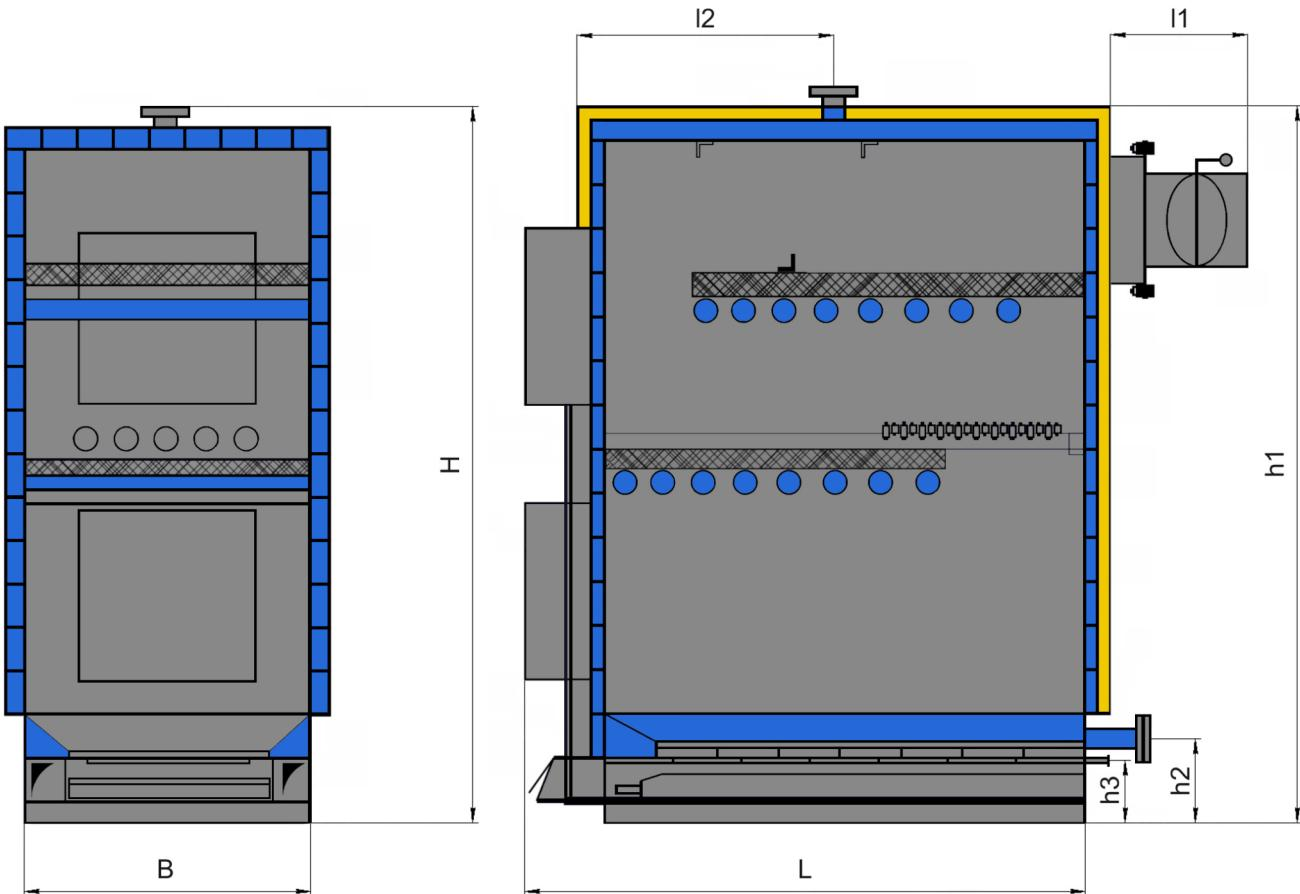

Рисунок 1. Габаритные и присоединительные размеры Котлов моделей Р 52 - 102 базовой комплектации.
Габаритные и присоединительные размеры Котла (см. рис.1), мм:
Котел (рис.1, 2) представляет собой стальной сварной каркас, обшитый снаружи съемной декоративной теплоизолированной облицовкой. Каркас совместно с облицовкой образуют корпус. Корпус устанавливается на собственных опорах (12).